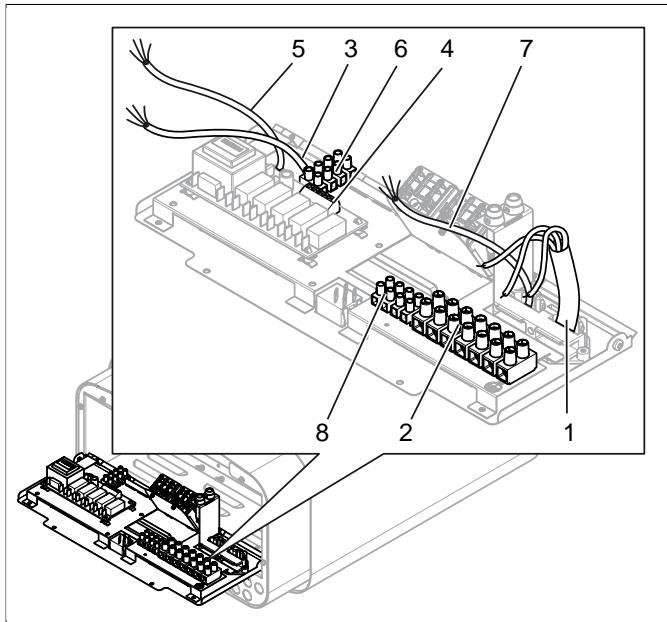
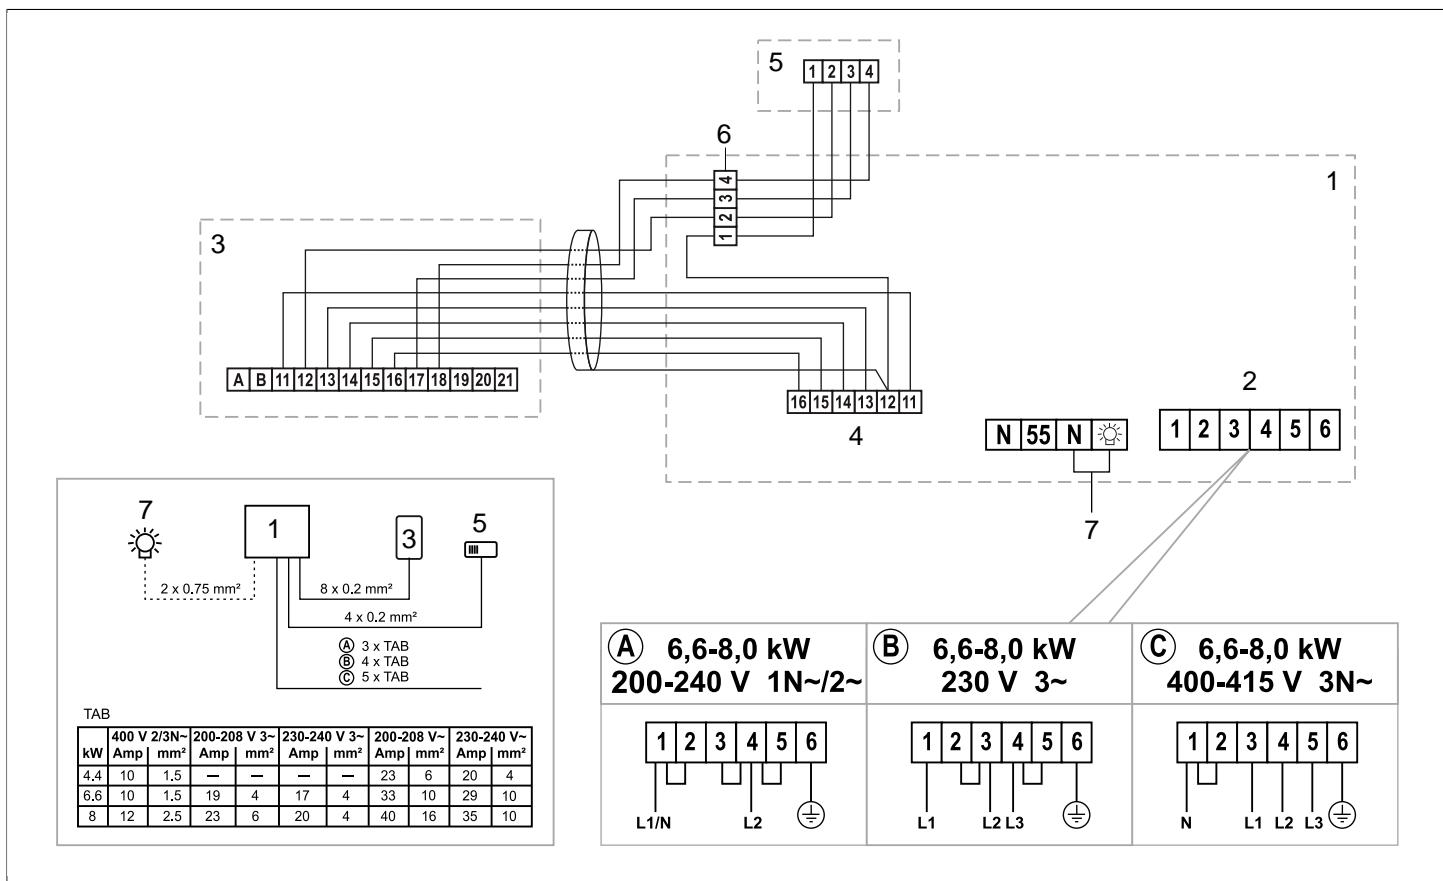

Рисунок 8: Монтажная плата
Рисунок 15: Схема соединений
Подключите провод (1) к соединению (2) (см. *Рисунок 8*, страница 4) согласно схеме соединений (см. Раздел **Подключение/Схема соединений**, страница 6).
4. Подключите провод (3) к клеммному соединению (4 и 6) (см. *Рисунок 8*, страница 4) согласно схеме соединений (см. Раздел **Подключение/Схема соединений**, страница 6).
5. Подключите провод (5) к клеммному соединению (6) (см. Раздел **Подключение/Схема соединений**, страница 6) согласно схеме соединений (см. Раздел **Подключение/Схема соединений**, страница 6).
6. Подключите провод к соединению (7) см. *Рисунок 8*, страница 4 к клеммнику (8) согласно схеме соединений *Рисунок 15*, страница 6.
При подключении к источникам напряжения или при ином числе фаз (если это не указано в **Рисунок 15**, страница 6 свяжитесь с технической службой Tylö.